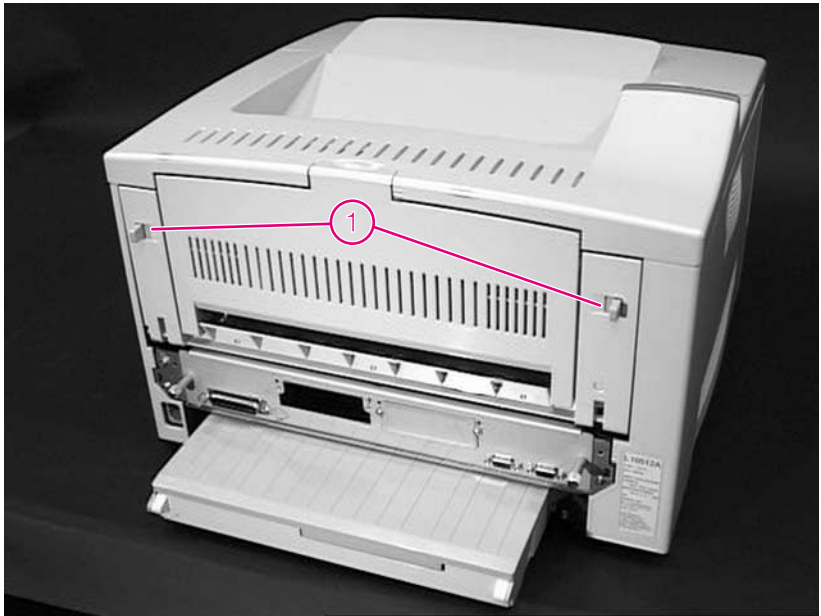

Figura 16 Cómo abrir la puerta posterior
- 1 Colóquese de frente a la parte posterior de la impresora y presione las dos pestañas de cierre (Figura 16, elemento 1) hacia el centro de la impresora para abrir la puerta posterior.